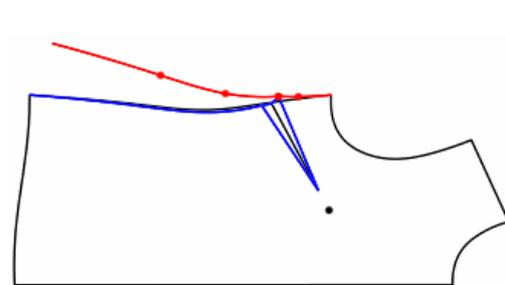

图 2
3. 点击“确定”后，移动鼠标，在省倒向的一侧单击左键，如图 2；